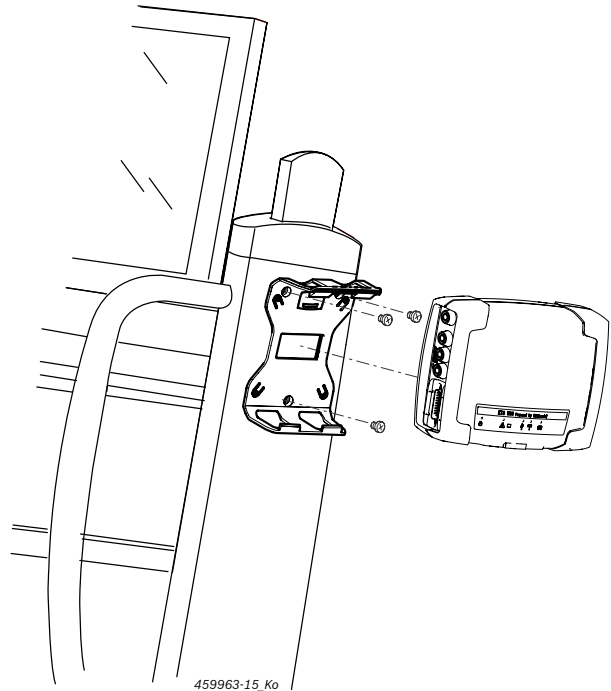

Abb. 7: Montarea suportului de fixare
1. Înșurubați suportul de fixare la nivelul căruciorului utilizând șuruburile cu cap oval incluse în pachetul de livrare (Fig. 7).